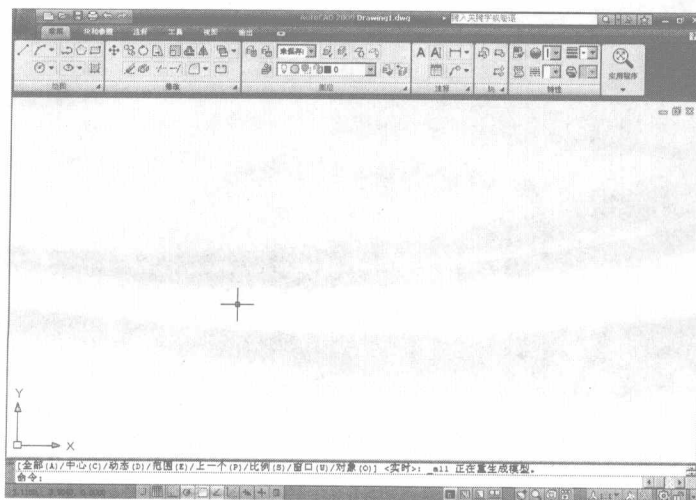

图 1-2 二维草图与注释工作空间
- 1 打开 AutoCAD 2009,默认的工作空间为二维草图与注释工作空间,如图 1-2 所示。